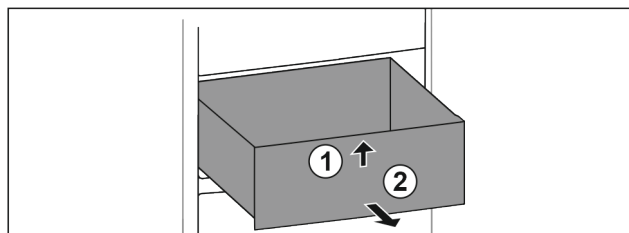

Fig. 34
► Unieść szufladę z przodu. Fig. 34 (1)
► Wyjąć szufladę do przodu. Fig. 34 (2)